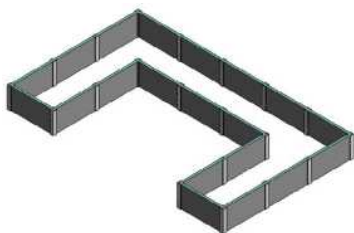

图 9-7 修改墙体
(1) 接9.1.1节文件，选择要修改的墙体，然后在“属性”选项板中更改“底部偏移”值为“-3000.0”，结果如图9-7所示。